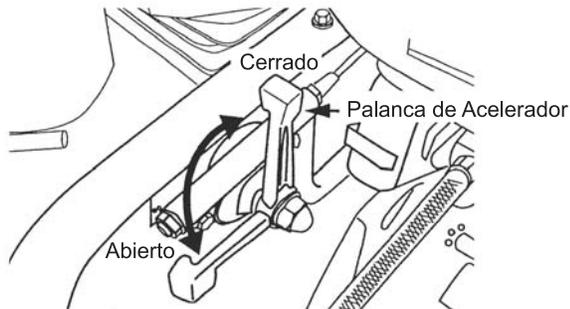

Figura 9. Palanca del Acelerador (Totalmente Abierta)
1. Para empezar la acción de apisonar, mueva la palanca del acelerador (Figura 9) rápidamente desde su posición de BAJA (cerrado) hasta su posición **TOTALMENTE ABIERTA**. NO mueva la palanca despacio ya que esto puede causar daño al embrague o al resorte.